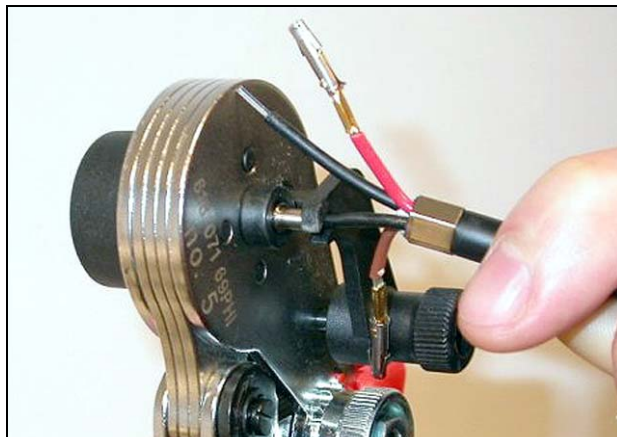

figura 20.23: Crimpatura delle armature (1)
- 21 Inserire una fibra ottica nell'armatura all'interno del fermo a molla dell'inseritore di POF (vedere figura 20.23).